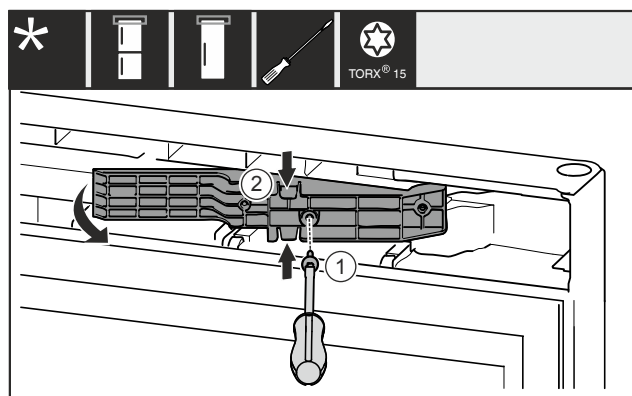

Fig. 13 *
- ▶ 移除螺栓 Fig. 13 (1)。*
- ▶ 将上方和下方适配器 Fig. 13 (2) 轻轻挤压在一起，然后向前拉出。*